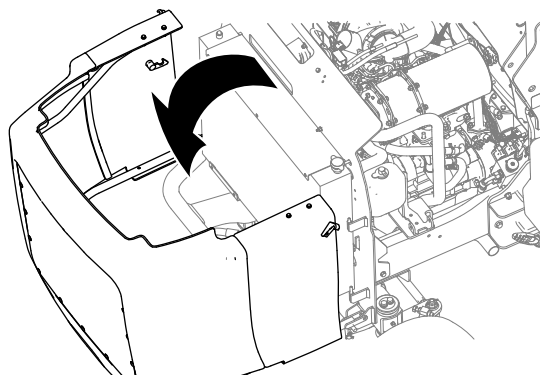

Figura 67
5. Desenganche y abra el capó (Figura 67).